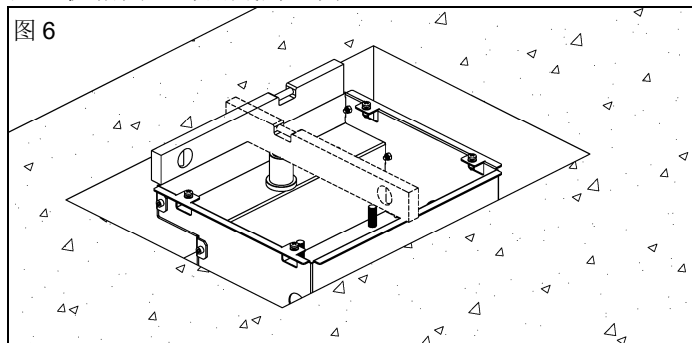
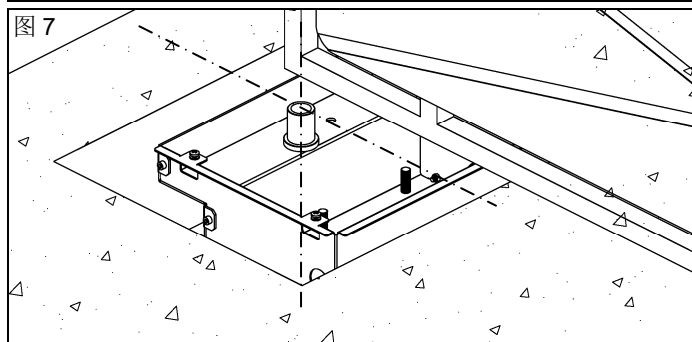

图 6
图 7
2.3. 灌注水泥前，用水平尺确保机箱水平（图6）并垂直于门扇转轴（图7）。